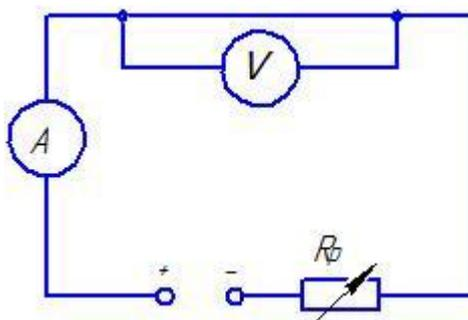

Рисунок 1 - Схема электрической цепи
4. Соберите цепь (смотри рисунок 1), для измерения сопротивления проводников.